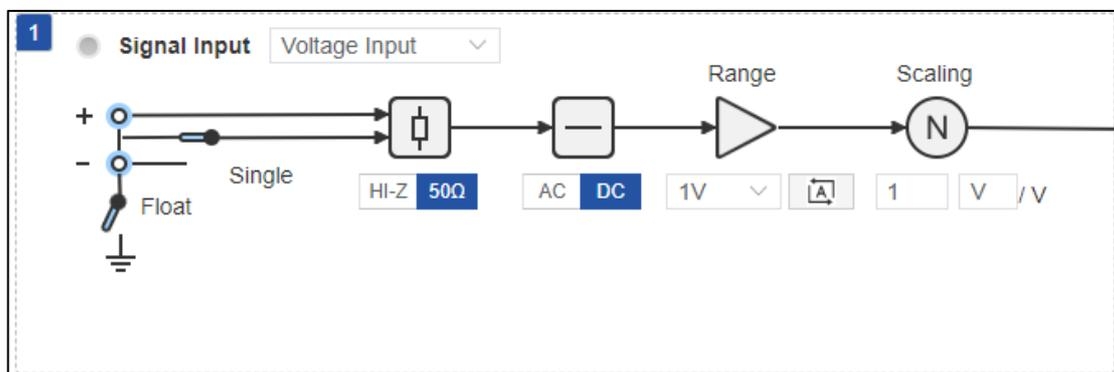

图 3.3-1 信号输入设置（Lock In 中设置）
3、将“Voltage In（电压输入）”的“Ground（接地模式）”设置为“Float（浮地）”模式、“Input（输入模式）”设置为“Single（单端）”输入、“Impedance（输入阻抗）”设置为“50 Ω”、“Coupling（耦合方式）”设置为“DC（直流耦合）”、“Range（量程）”设置为 1 V、“Scaling（数字放大器倍率）”设置为 1 V/V，信号输入设置如图 3.3-1 和 3.3-2 所示。